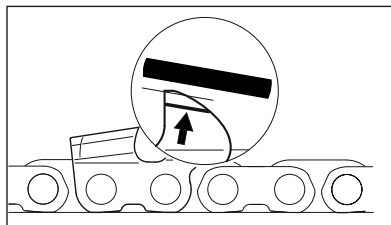

Рис. 82
- В заключение дополнительно опилить ограничитель глубины резки под наклоном, параллельно нанесенной сервисной маркировке (см. стрелку на рис. 82) – при этом, следить за тем, чтобы не сместить назад наивысшую точку ограничителя глубины.